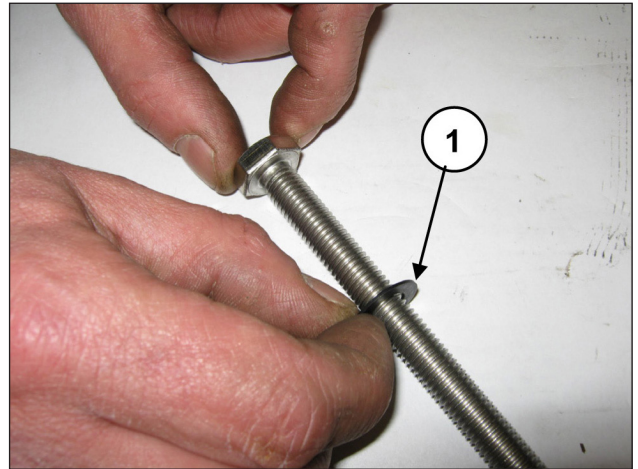

Fig. 146
Introducir la arandela Ø10x18x0.9 en el tornillo de fijación del pistón (pos. ①, Fig. 146).